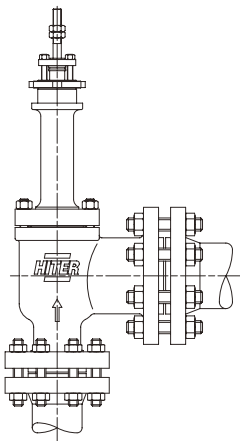

Fig. 1 - Instalação da válvula.
4.6 A posição de instalação deve ser de maneira que o atuador fique sobre a válvula e na posição vertical (fig. 1). Caso seja impossível, deve-se buscar a posição mais próxima da vertical.